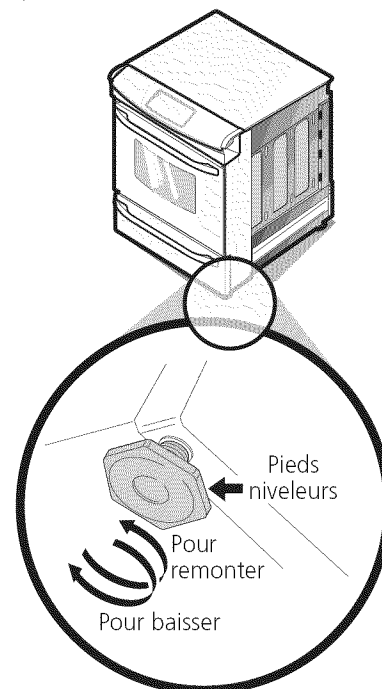

Figure 10
2. Déposez un niveau à bulle sur la grille. Prenez 2 lectures en plaçant le niveau en diagonale dans une direction, puis dans l'autre direction. Si nécessaire, ajustez les 4 vis de nivellement à l'aide d'une clé pour niveler l'appareil (reportez-vous à la figure 10).
4. Mettez la cuisinière à niveau au besoin, en l'ajustant avec les 4 pieds niveleurs à l'aide d'une clé à molette (voir Figure 10 ci-dessous). Un dégagement minimum de 1/8" (0.3 cm) est requis entre le bas de la cuisinière et les pieds niveleurs arrière pour disposer de suffisamment d'espace pour installer les supports anti-basculer.